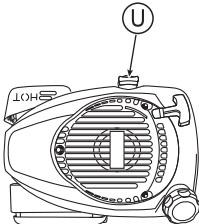

Fig. 6
- Enlevez le bouchon du réservoir à huile (U), sortez l'indicateur de niveau d'huile, et insérez-le sans le visser. (Voir Fig. 6)
- Enlevez le bouchon du réservoir à huile (U), et vérifiez que le niveau d'huile se trouve bien entre les limites supérieure et inférieure de l'indicateur de niveau d'huile.
- Refermez bien le bouchon du réservoir à huile (U) après vérification.